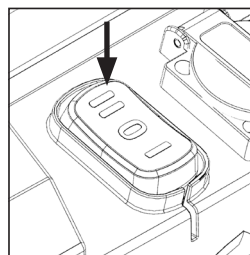

FIG. 2
- Ahora coloque el interruptor basculante en el ajuste II: el limpiador aspirador está en el modo de standby. **(Fig. 2)**